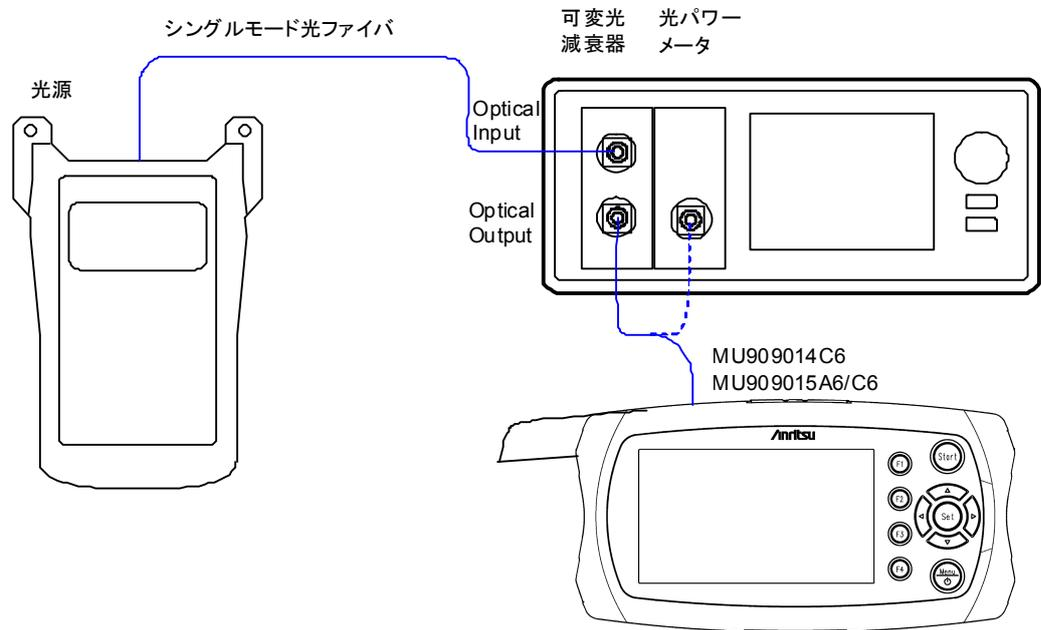

図11.1.10-1 パワーメータ, PON パワーメータの試験接続図
1. 光源と可変光減衰器を、光ファイバで図 11.1.10-1のとおり接続します。